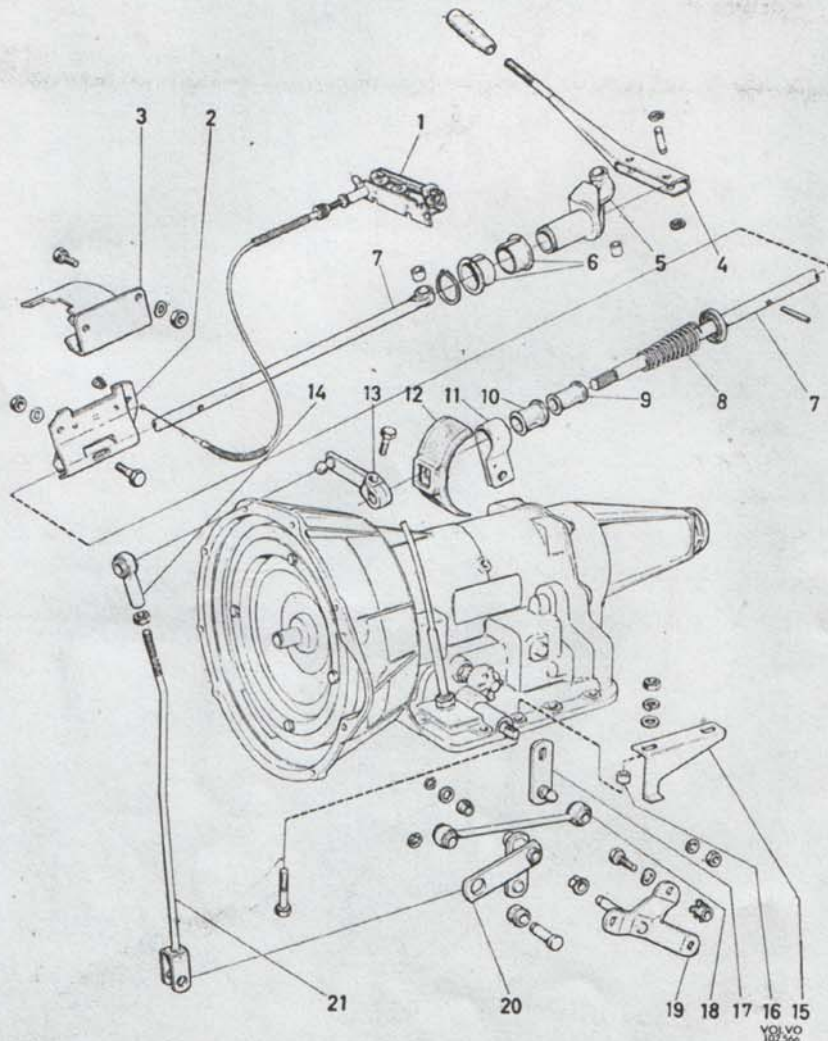

Bild 85. Väljarreglage, tid. uff., 140, 164.
1. Lossa reglerstången (21 bild 85) från hävarmen (13) på manöverstången (7) och från mellanhävarmen (20). Ta bort dragstången (18). Lossa och ta bort hävarmarna.
3. Ta bort övre och nedre kåpan över körvisaromkopplaren och rattlåset. Ta bort bultarna (tid. utf.) i väljarspaken (4) och ta bort denna. På sen. utf. lossas skruven i manöverstången och muttern över kulleleden tas bort.
4. Ta bort låsringen för ledgaffeln (5) och skruven för spärplattan (2). Dra upp manöverstången en bit och ta bort låspinnen för fjädern (8). Dra därefter upp manöverstången och ta bort övriga delar.